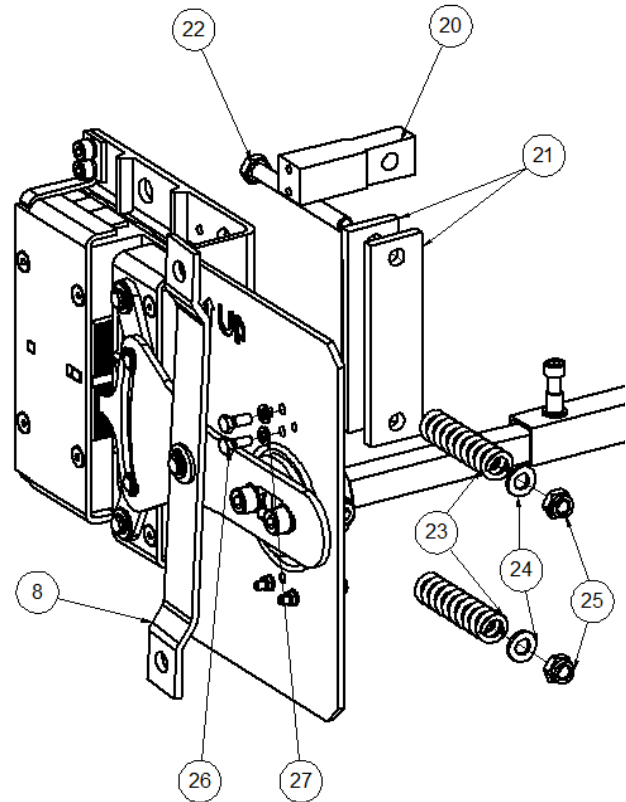

Figura 14: Colocación del conjunto tensor
Colocar el soporte tensor (20) como indica la Figura 14 y fijar con DIN 933 M5x14 (26) y DIN 127 M5 (27). Luego alinear los dos soportes eje (21) con el soporte tensor, insertando seguidamente el tornillo DIN 931 M8 X 100 (22) por el taladro del soporte eje (21) y del soporte tensor (20), introducir el muelle (23) y terminar fijando el conjunto con la arandela DIN 125 M8 (24) y la tuerca Autoblock DIN 985 M8 (25).